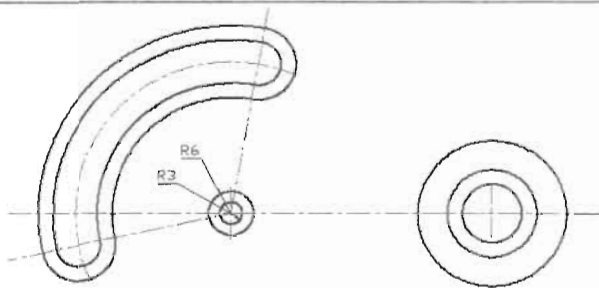

图 5-190
(10) 以第一条辅助线的交点为圆心绘制两个半径为 6mm 和 3mm 的同心圆, 如图 5-190 所示。
(11) 执行“绘图>圆>相切、相切、半径”菜单命令, 绘制相切圆, 命令执行过程如下。